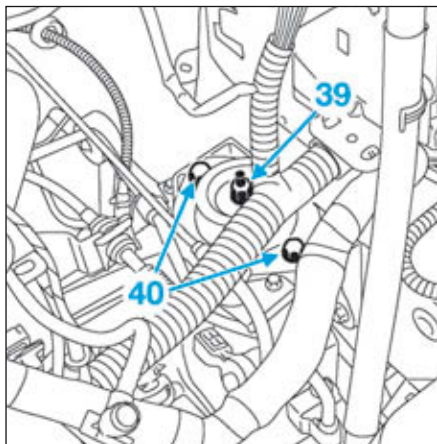

FIG.19
- Déposer (Fig.19) :
- l'écrou central (39) de la suspension pendulaire gauche.
- les vis (40) du tampon élastique.